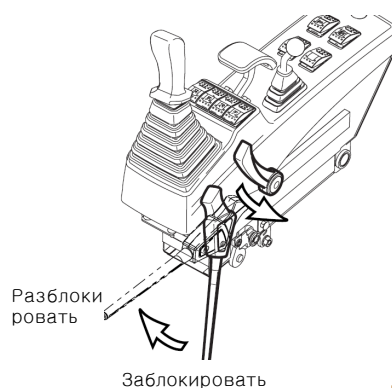

Рис. 17
2. Установить рычаг блокировки (рис. 17) в разблокированное положение (UNLOCK).